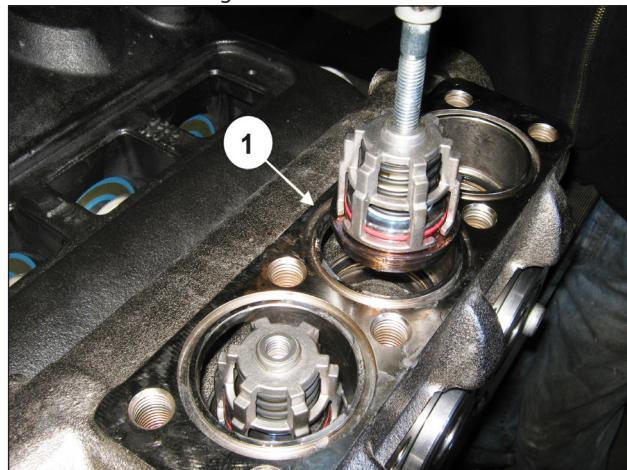

Abb. 102
Entfernen Sie die Druckventilgruppe mithilfe eines Abziehers mit Schlagwerk (Art. 27516400) an der Bohrung M10 der Ventilführung (Pos. ①, Abb. 102) oder, zusätzlich, eines eventuellen Adapters M10-M16 (Art. 25089700) am Gewinde M16 der Ventilführung.